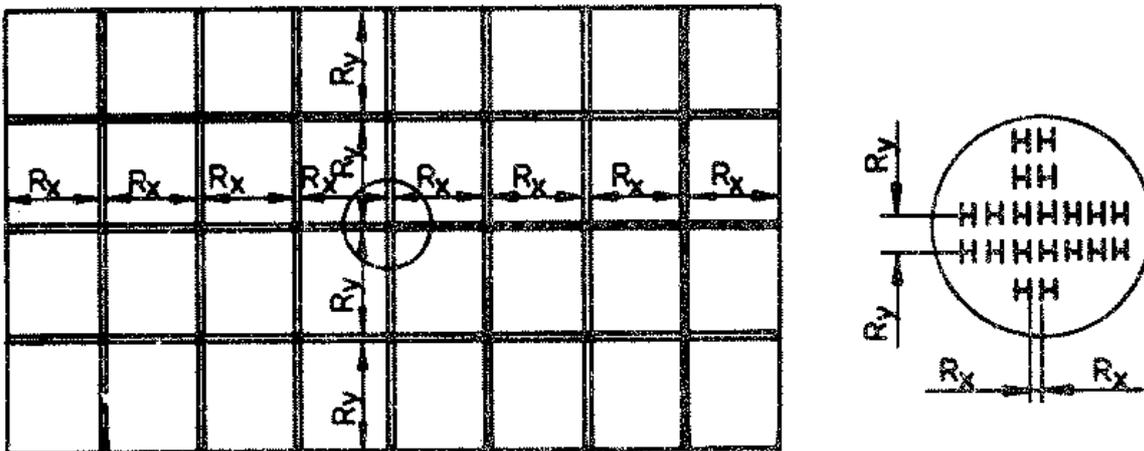
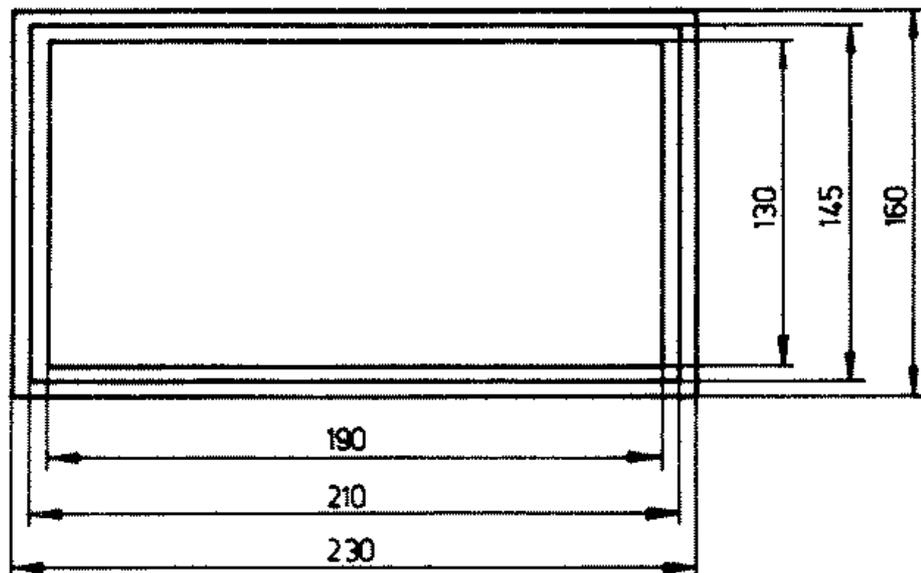
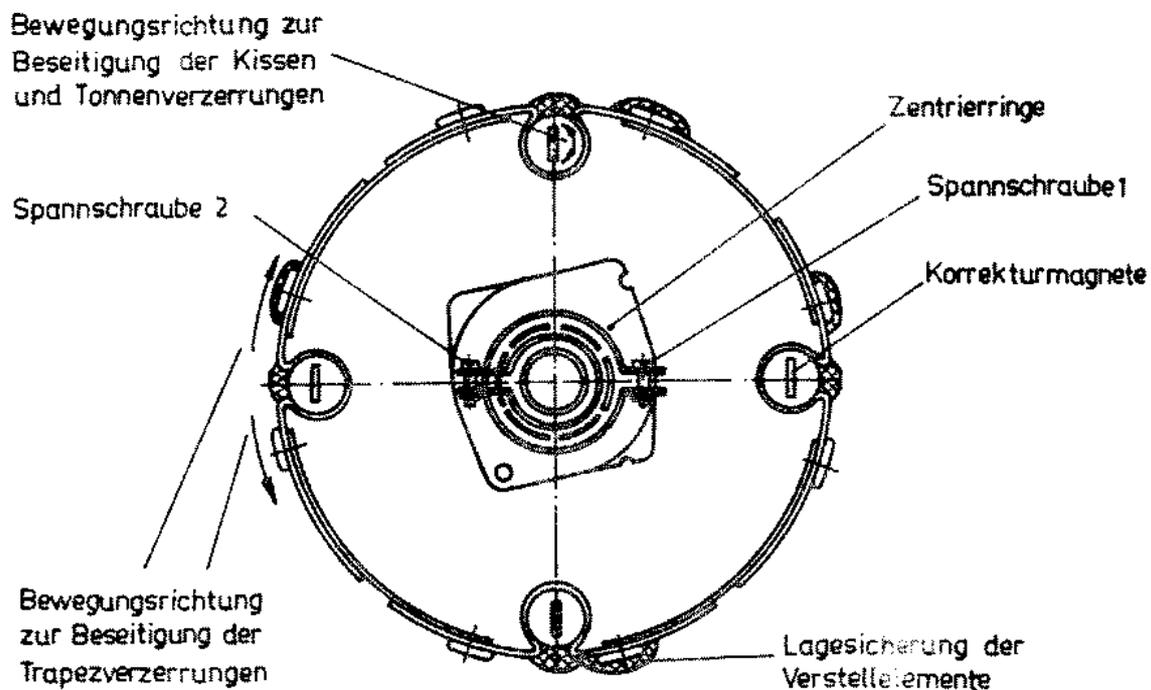

Bild 7: Testbild
Bild 8: Toleranzrahmen der Bildfeldbegrenzung
Bild 9: Korrektur Elemente der Ablenkeinheit
- Der Bildschirm wird mit dem Testbild nach Bild 7 (Abschnitt 5.3.4.1.) intensiv hell beschrieben (z.B. Eingangssignal INTENS an Stecker C9:5 an L legen).
Zur erfolgreichen Durchführung der Bildgeometrieeinstellung ist es erforderlich, ein Testbild gemäß Bild 7 zu erzeugen und dieses mit dem Stahllineal *) auszumessen. Bild 8 gibt die Maße der Bildbegrenzung mit dem Toleranzfeld an.
- Ausmessung der horizontalen Teilungsabstände R_X mit einem Stahlmaß *(siehe Bild 7 im Abschnitt 5.3.4.1). Als Ergebnis der Einstellungen müssen folgende Maße erreicht werden:
Liegen die äußeren Bildfeldbegrenzungen des Testbildes durch tonnen- oder kissenförmige Verzerrungen außerhalb des Toleranzrahmens in Bild 8, ist durch Verdrehen der entsprechenden Magnete auf der Ablenkeinheit eine Korrektur möglich. Bild 9 zeigt die Lage aller Einstellelemente an der Ablenkeinheit.
Zur Beurteilung der Bildschärfe wird das Testbild nach Bild 7 verwendet.